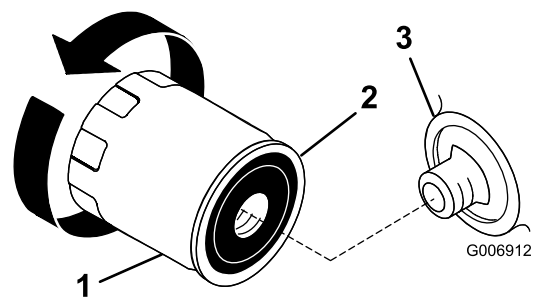

Figure 20
2. Retirez le filtre à huile usagé et essuyez la surface du joint de l'adaptateur (Figure 20).
3. Appliquez une fine couche d'huile neuve sur le joint en caoutchouc du filtre de rechange (Figure 20).
5. Tournez le filtre à huile dans le sens horaire jusqu'à ce que le joint touche l'adaptateur, puis donnez 1/2 à 3/4 de tour supplémentaire (Figure 20).